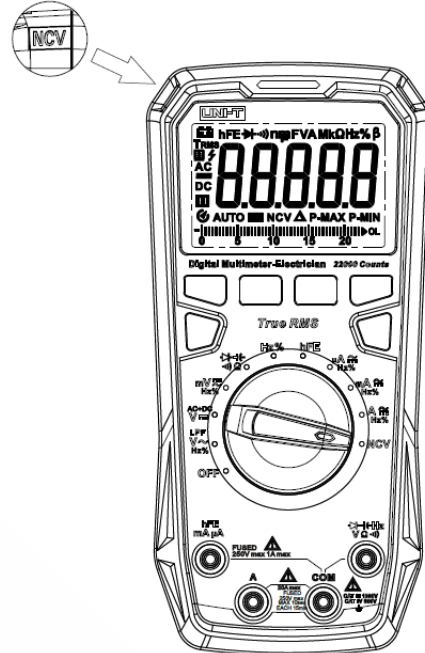

Рисунок 16
8.13. Бесконтактное обнаружение переменного напряжения (NCV) (см. Рисунок 16)